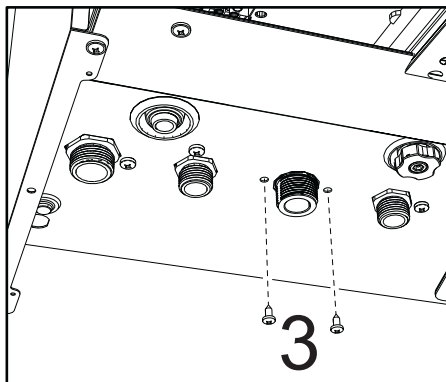

fig. 44
- Deșurubați șuruburile „3”(fig. 44)